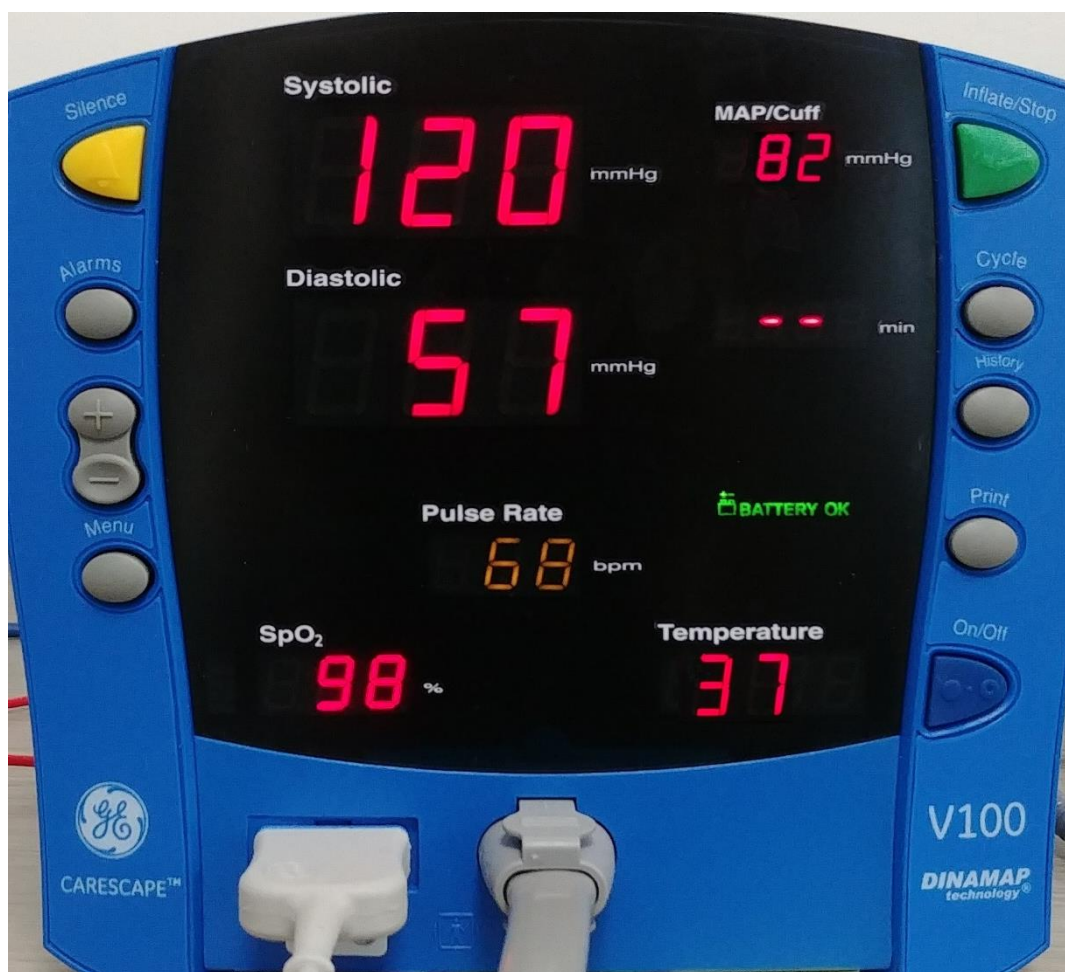
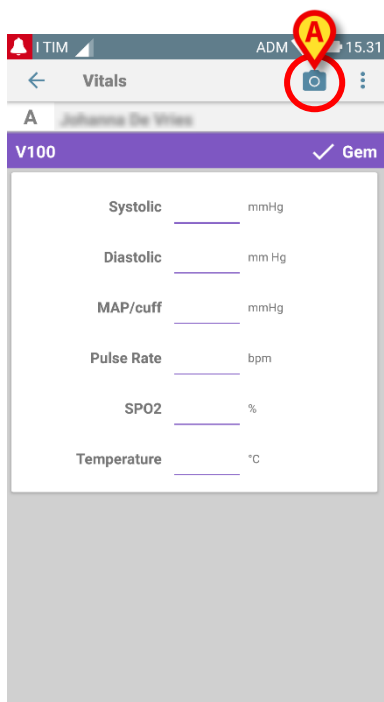

Fig 84 - General Electric V100-skærm
Fig. 86
Dataregistreringsskærmen vil blive vist (Fig. 86).
- Tryk på  ikonet øverst på skærmen (Fig. 86 **A**)
Når billedet er taget, behandles det af OCR'en, og resultatet bruges til at fylde felterne på skærmen Fig. 86 med data, der er indlæst fra den viste enhed Fig 84. Det følgende vindue vil blive vist (Fig. 90):